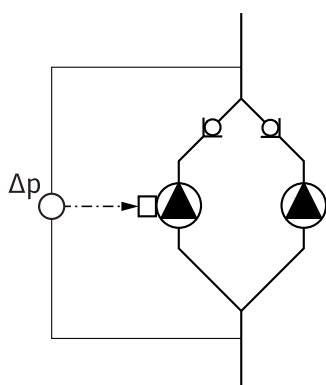

Fig. 13: Exemple, raccord du capteur de pression différentielle
- Dans l'exemple présenté sur la fig. 13, la pompe maîtresse est la pompe gauche dans le sens d'écoulement. Raccorder le capteur de pression différentielle sur cette pompe.
Les points de mesure du capteur de pression différentielle de la pompe maîtresse doivent se trouver dans le tuyau collecteur concerné côté aspiration et refoulement de la station à double pompe (fig. 13).